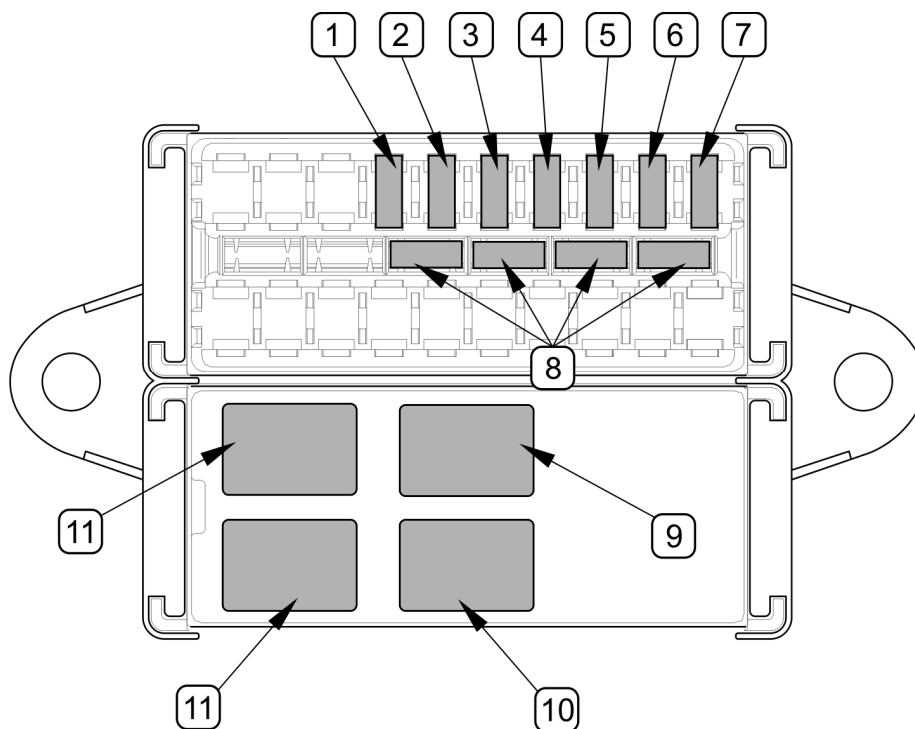

РИСУНОК 5.3 Предохранители и реле
В предохранительной коробке размещаются четыре реле (9), (10), (11) (РИСУНОК 5.3) обозначенные символом 10/20А 24В, номер в каталоге К2-1103-0011, и предохранители типа MINIVAL (см. ТАБЛИЦА 5.2)